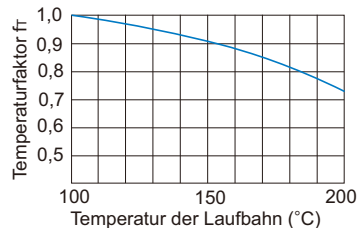

Abb. 2 Temperaturfaktor (f_T)
- f_T : Temperaturfaktor (siehe Abb. 2 **A11-6**)
Überschreitet die Umgebungstemperatur der Flach- oder Winkelkäfigführung während des Betriebs 100°C , sind die negativen Auswirkungen hoher Temperaturen zu berücksichtigen und die Tragzahlen mit dem Temperaturfaktor aus Abb. 2 zu multiplizieren.